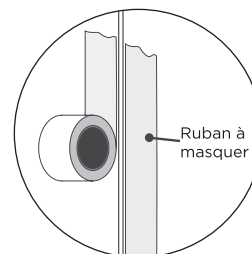

Fig. 16
- 7.2 Appliquez du ruban à masquer de 2 po le long des rebords, aussi près que possible du joint, sans toutefois bloquer la cavité. Pour une protection supplémentaire, appliquez une deuxième rangée de ruban. **(Fig. 16)**